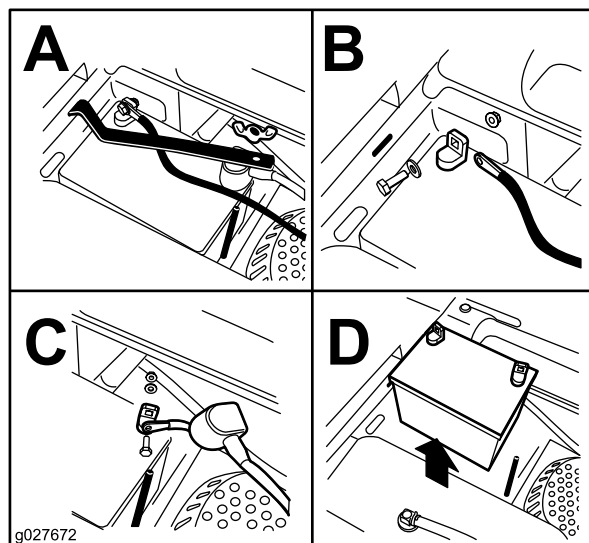

Figure 43
3. Retirez l'écrou à oreilles qui fixe la barrette de maintien de la batterie (Figure 43).
4. Déposez la barrette de maintien (Figure 43).
5. Commencez par débrancher le câble négatif (noir) de la borne négative (-) (noire) de la batterie (Figure 43).
6. Enlevez le capuchon rouge de la borne positive (rouge) de la batterie et débranchez le câble positif (+)(rouge) (Figure 43).
1. Placez la batterie dans son support en tournant les bornes à l'opposé du réservoir de carburant (Figure 43).
4. Fixez les câbles avec 2 boulons, 2 rondelles et 2 contre-écrous (Figure 43).
6. Reposez la barrette de maintien et fixez-la avec l'écrou à oreilles (Figure 43).